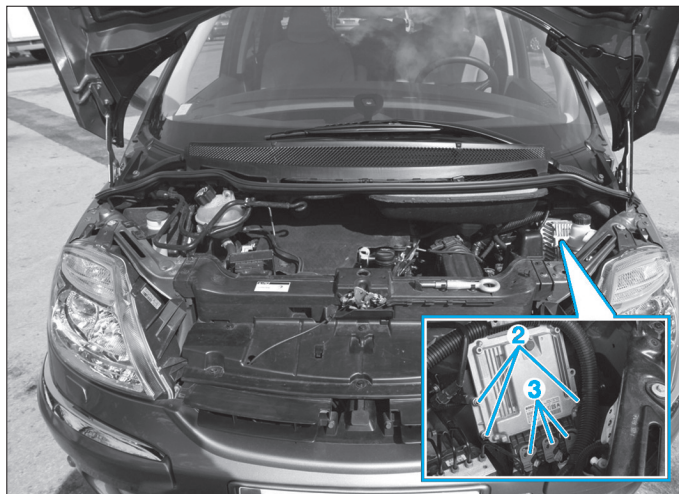

Fig. 24
- Sans ouvrir le circuit, mettre de côté le réservoir du liquide de direction assistée (1) (Fig.24).
- Déposer les trois écrous (2).
- Déverrouiller et débrancher les trois connecteurs (3) du calculateur.